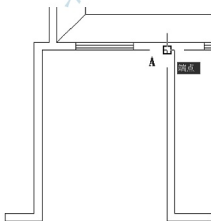
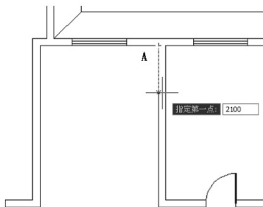

图 2.108 捕捉 A 点
图 2.109 垂直向下拖动鼠标
(1) 将【楼梯】图层设置为当前层。
(2) 启动【直线】命令(快捷键 L), 并且打开【正交】(快捷键 F8)、【对象捕捉】(快捷键 F3) 和【对象追踪】(快捷键 F11) 功能。
① 在**指定第一点**: 提示下, 捕捉楼梯间阴角点 A 点(图 2.108), 不单击, 然后将光标缓缓地垂直向下拖动, 输入“2100”(图 2.109)后按 Enter 键。这样就利用【对象追踪】功能将直线的起点绘制在离 A 点垂直向下 2100mm 处。